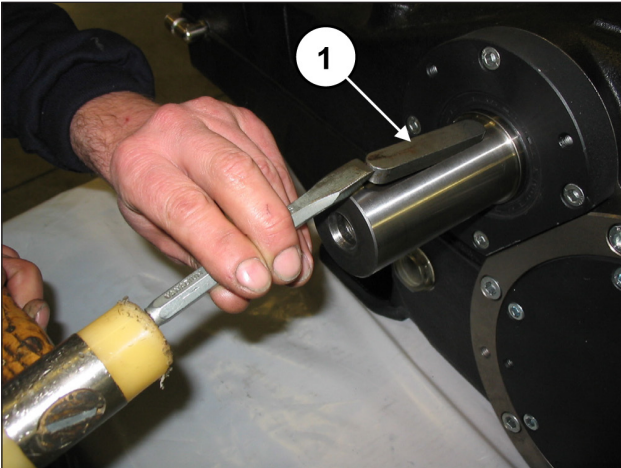

Fig. 7
Déposer la languette de l'arbre PTO (rep. ①, Fig. 7).